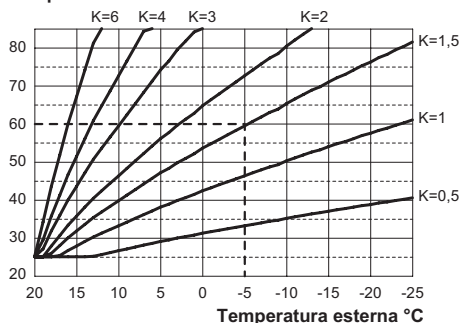
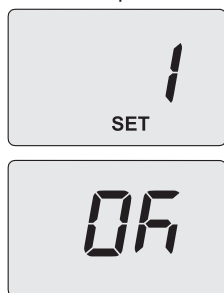
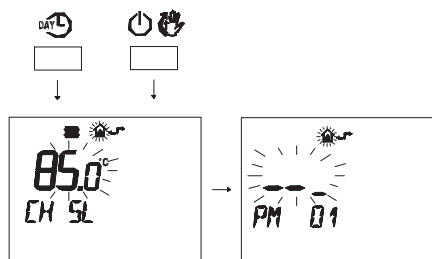

Figura 5.22
Figura 5.26
Figura 5.43
Se alla caldaia **È COLLEGATO** il comando remoto (opzionale) riferirsi alla Figura 5.22.
Quando si installa la sonda esterna bisogna impostare questo parametro in base al rendimento dell'impianto di riscaldamento per ottimizzare la temperatura di mandata (Figura 5.22).
Es. Per avere una temperatura di mandata all'impianto di riscaldamento di 60°C con una esterna di -5°C si deve settare un K di 1,5 (linea tratteggiata in Figura 5.22).
del coefficiente K in Figura 5.22 (il valore letto sul display corrisponde a valori decimali di coefficienti K). Sul display compare la scritta "SET" (Figura 5.26).
- Premendo il tasto 13 (Figura 5.23) si ottiene la conferma del valore inserito. Sul display appare per 3 sec. la scritta "Ok" (Figura 5.43), per poi visualizzare la lista dei parametri (Figura 5.26).
- Premere contemporaneamente i pulsanti **DAY** e **ON/OFF** per entrare nella programmazione trasparente (Figura 5.43).